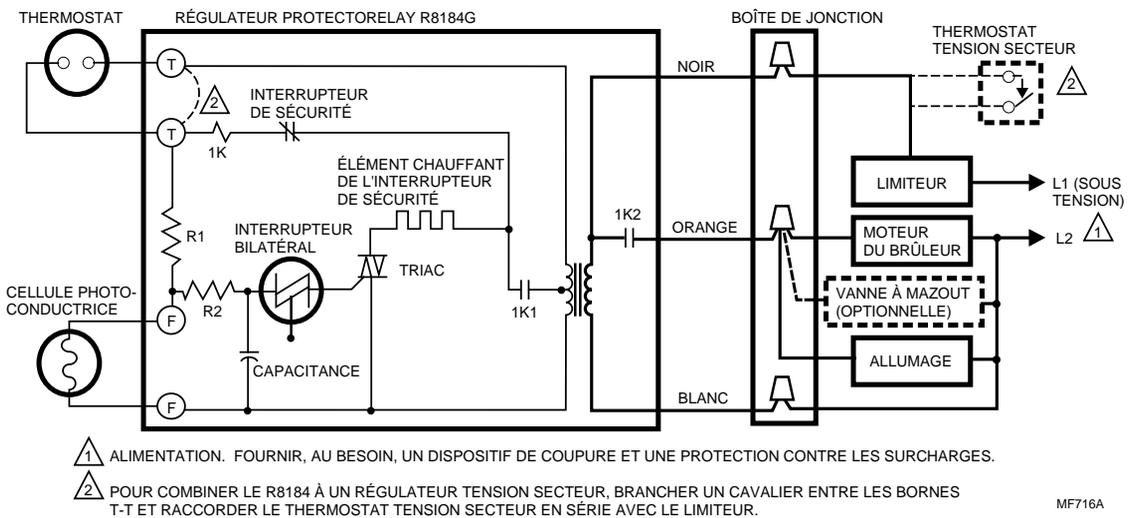

Fig. 4. Raccordement type pour le R8184G.
- R8184D—raccorder les conducteurs de la cellule photoélectrique aux bornes F-F et le thermostat aux bornes T-T. Voir Fig. 4 et 5.